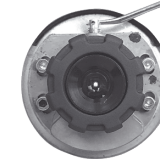

Abb. 12
b) Drehen Sie mit dem Einstellhorn an den Einstellungschrauben für das Fadenkreuz (Abb. 12), bis die Ablesung b_3 an der Latte B $b_3 = a_2 - dh$ beträgt.